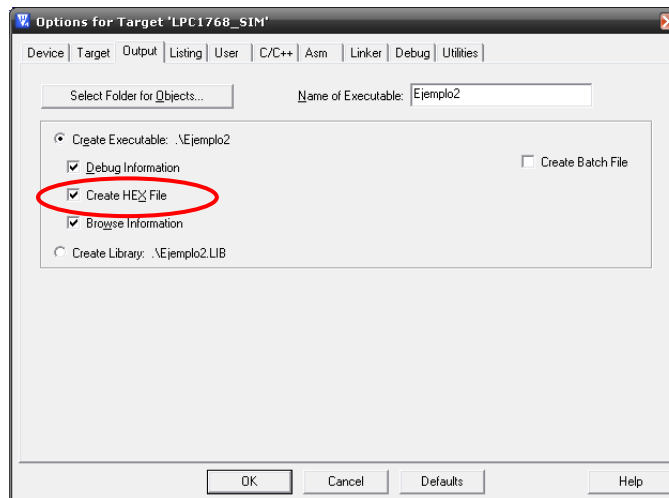

Figura 12. Configuración para que genere fichero ejecutable HEX.
4. No olvide compilar el proyecto “ejemplo 3” con la opción “create HEX file”, en la pestaña **Output** del menú de opciones del proyecto (Figura 12).